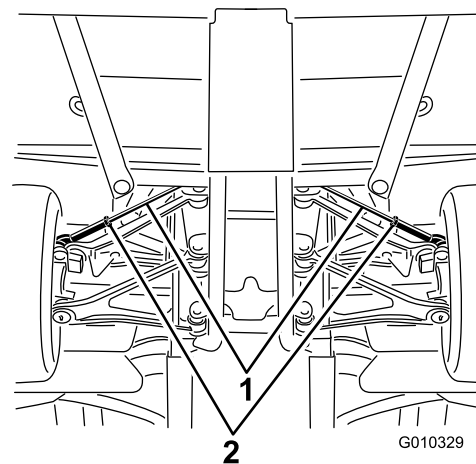

Рисунок 49
- A. Ослабьте контргайку в середине тяги (Рисунок 49).